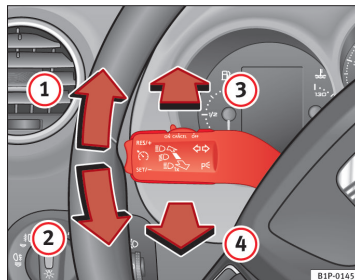

Fig. 76 Blink- og fjernlysarm
- Tryk armen mod rattet ⇒ Fig. 76 ④ for at slukke fjernlyset.